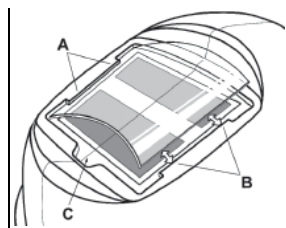

Figure 1
Remplacement du couvercle avant : Remplacez la lentille du couvercle avant si elle est endommagée, fissurée, sale ou piquée. Placez votre doigt ou votre pouce dans le renforcement (C) situé sur le bord inférieur de la lentille protectrice et fléchissez la lentille vers le haut jusqu'à ce qu'elle se détache des bords marqués A et B. (Voir figure 1). N'utilisez que les lentilles protectrices de remplacement avant spécifiées dans ce manuel.